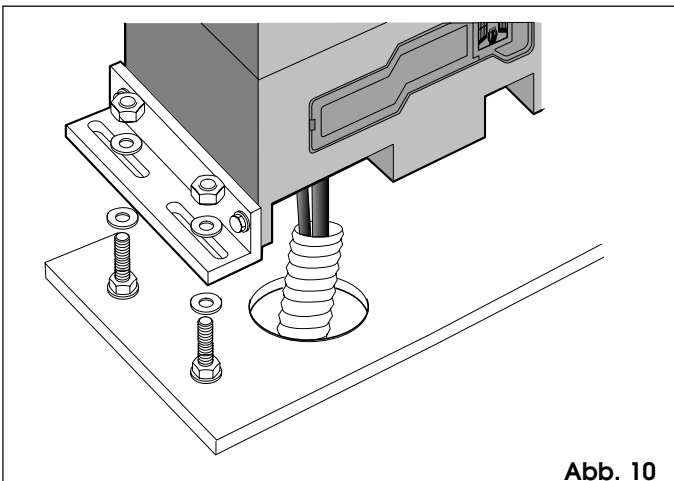

Abb. 10
- 3) Den Operator unter Verwendung der mitgelieferten Unterlegscheiben und Schraubenmutter gemäß Abb. 10 auf der Platte anbringen. Während dieses Arbeitsvorgangs die Kabel durch die entsprechende Kabelführung im unteren Halbkörper des Operators schieben. Für den Anschluß an die Karte 844 Interface werden die Kabel unter Verwendung der mitgelieferten Kabelverschraubungen durch die jeweiligen Öffnungen (Abb.1- Bezug 11) geführt.